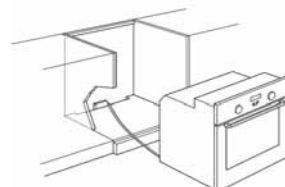

Fig. 8
- Sollevare il forno afferrandolo con le apposite maniglie (B) proFIT collocate sui lati dello stesso e inserirlo nell'incasso del mobile, facendo attenzione a non incastrare il cavo di alimentazione (Fig. 8).